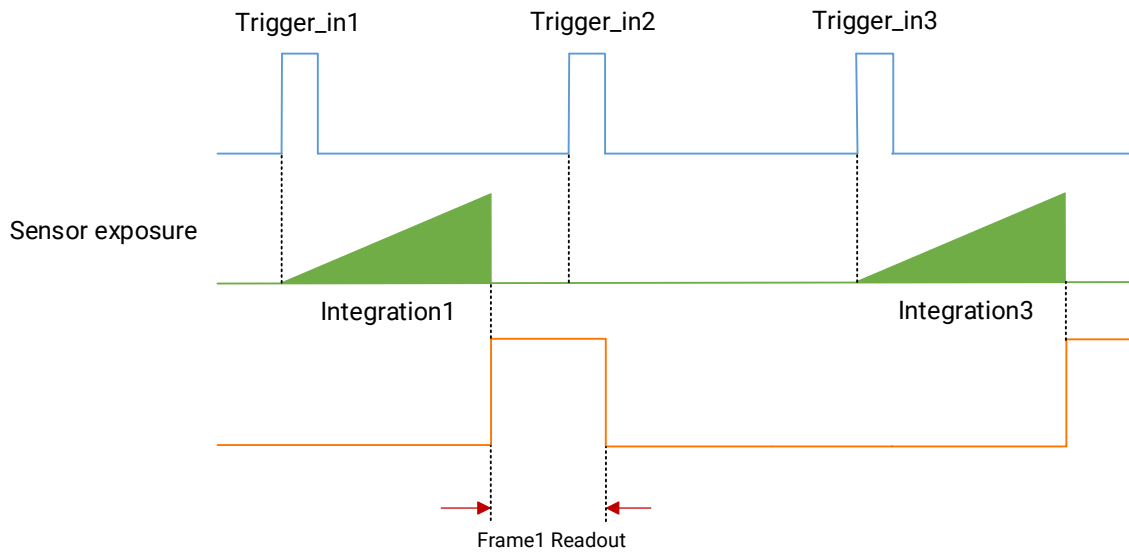
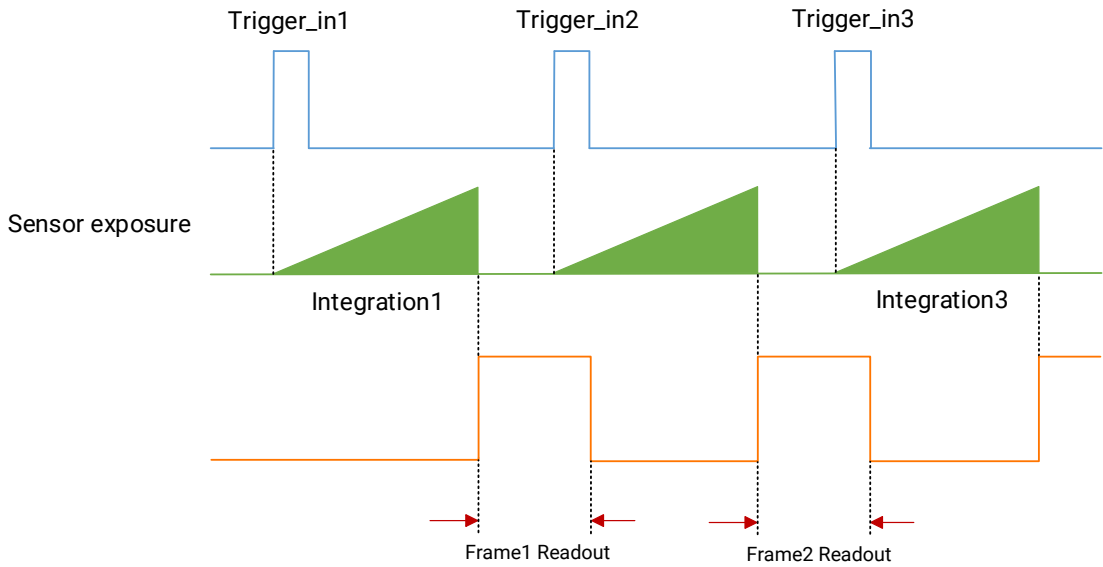
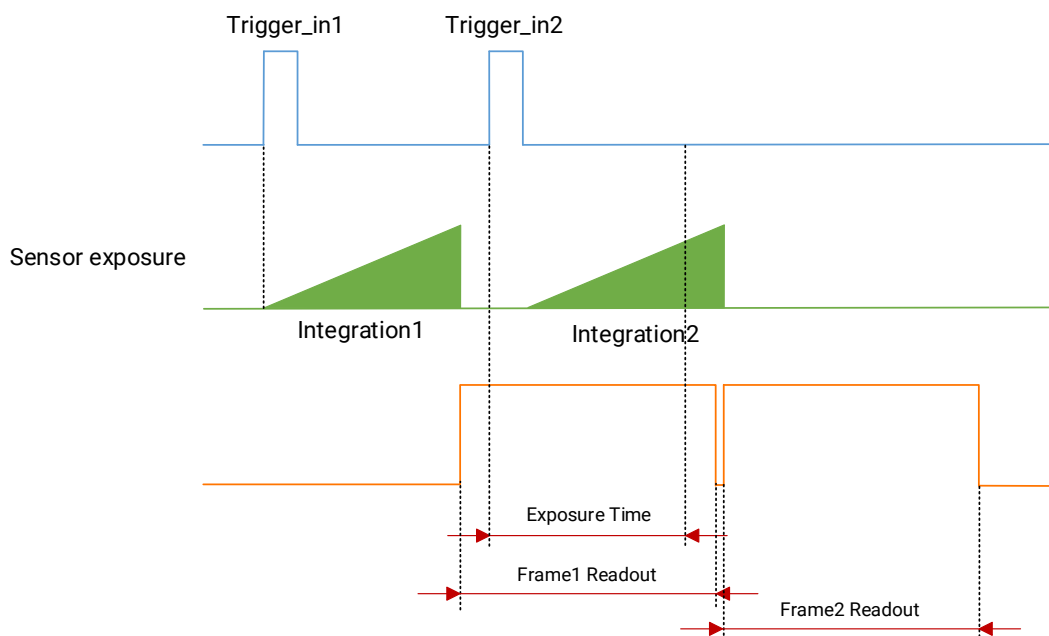

图8-14 第2帧被过滤时序
图8-15 第2帧正常处理时序
图8-16 第2帧曝光移动处理时序
- 不启用触发缓存使能：第 2 个触发信号直接被过滤，不做处理，如 图8-14 所示；
- 若第2个触发信号第1帧图像的曝光结束时间不早于相机当前第1个触发信号最后1帧的出图时间，则第2个触发信号第1帧图像正常出图，如图8-15所示。
- 若第2个触发信号第1帧图像的曝光结束时间早于相机当前第1个触发信号最后1帧出图时间，则相机内部会做处理，将第2个触发信号第1帧图像的曝光开始时间推迟，确保第2个触发信号第1帧图像的曝光结束时间不早于第1个触发信号最后1帧的出图时间，如图8-16所示。
图8-14、图8-15和图8-16使用上升沿作为触发信号。